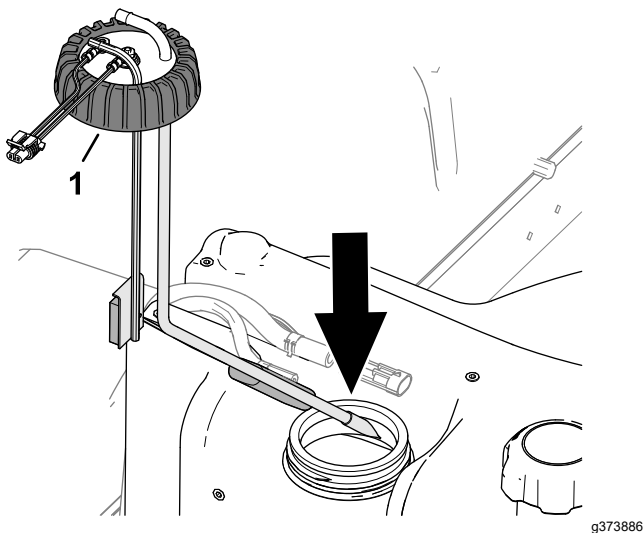

Bild 96
2. Setzen Sie das Kraftstoffaufnahmerohr und den Schwimmer vorsichtig in den Kraftstofftank (**Bild 96**).